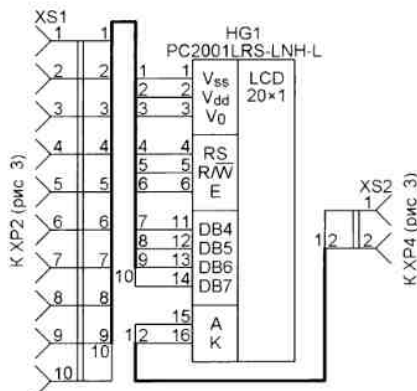

Рис. 4
Схема подключения ЖКИ HG1 к разъёмам XP2 и XP4 основной платы изображена на рис. 4. ЖКИ PC2001LRS-LNH-L выбран благодаря необходимому числу знакомест (20) в единственной строке и их высоте (14,54 мм). Габаритные размеры этого ЖКИ — 180×40 мм. Информация на его экране при использовании подсветки легко читается в любое время суток с расстояния до 3...4 м.
на схемах рис. 3 и рис. 4 разъемы. Длина соединяющего индикатор и плату десятипроводного плоского кабеля — не более 150 мм. Провода на одном его конце припаяны непосредственно к контактным площадкам на плате ЖКИ, а на другом конце установлен разъем IDC-10. Двухпроводный плоский кабель подсветки экрана ЖКИ на конце, присоединяемом к основной плате, оснащен разъемом BLS-2.